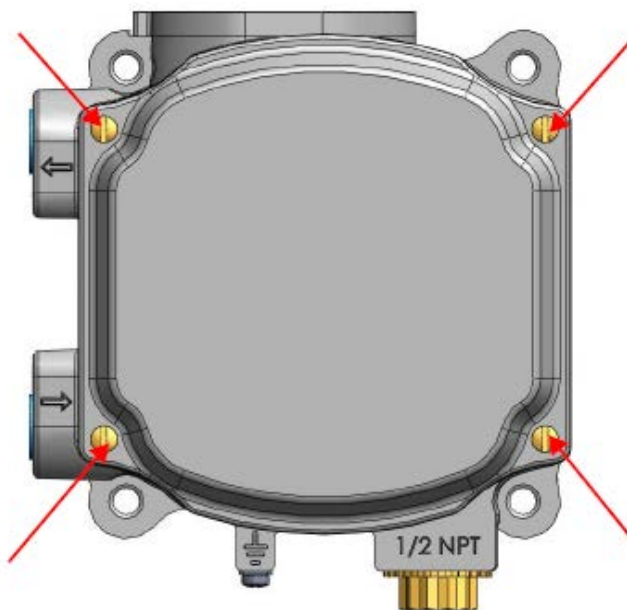

图 18 前盖
1. 松开四 (4) 个盖用螺钉，拆下 SVi1000 的盖子 (图 18)。